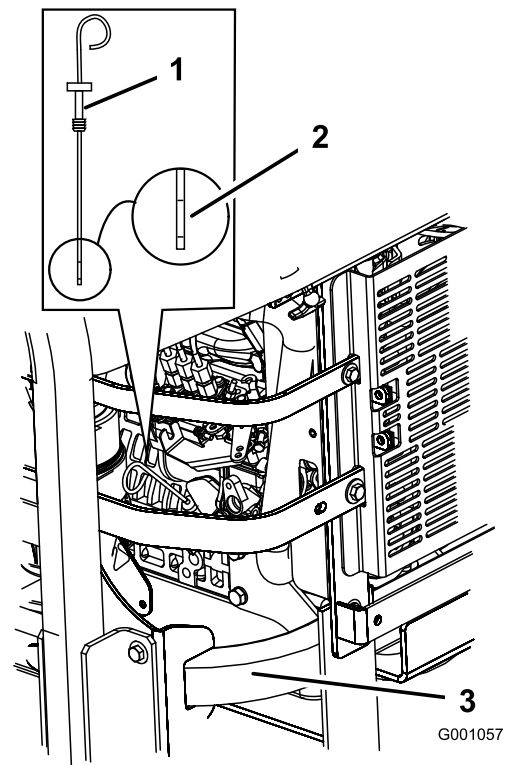

Figura 43
3. Limpie alrededor de la varilla de nivel de aceite (Figura 43) de forma que la suciedad no penetre por el orificio de llenado y cause daños en el motor.
4. Retire la varilla de aceite y limpie el extremo metálico (Figura 43).
5. Introduzca la varilla a fondo en el tubo de llenado. Retire la varilla y observe el extremo metálico (Figura 43). Si el nivel de aceite es bajo, vierta lentamente sólo la cantidad de aceite suficiente en el orificio de llenado para que el nivel llegue a la marca Lleno.